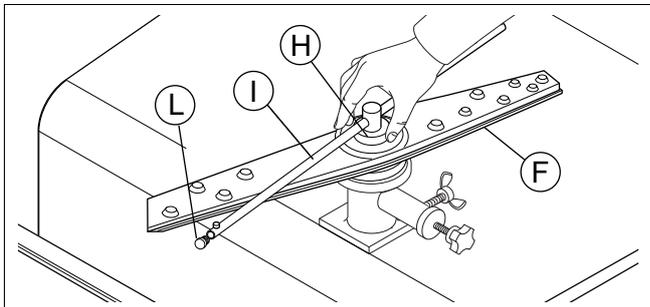

Figura 25 Brazos giratorios de lavado y aclarado
- Retire los brazos de lavado superior e inferior "F" y de aclarado "I", tras desenroscar la tuerca anular "H" (Figura 25).
- Desenrosque los tapones "L" (Figura 25) de los surtidores de aclarado.